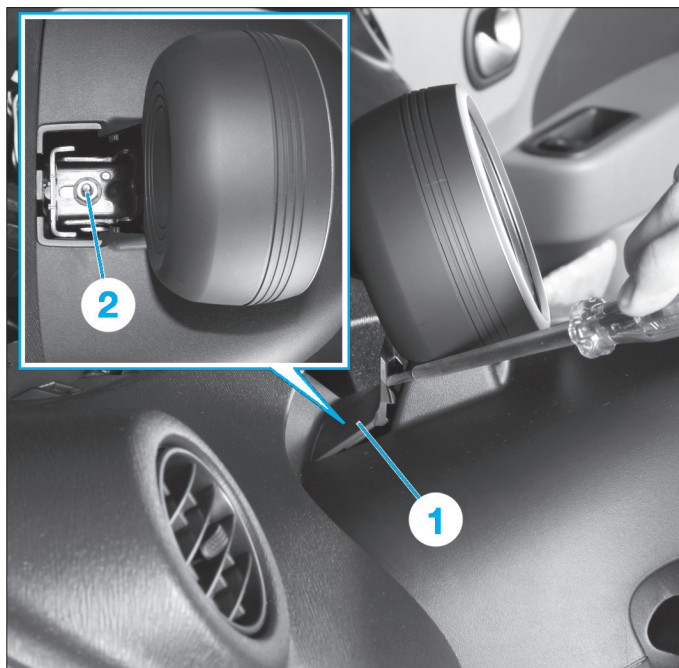

Fig. 2
- Si le véhicule est équipé d'un compte-tour, déposer le cache (1) situé derrière le compte-tour puis son écrou de fixation (2) (Fig.2).